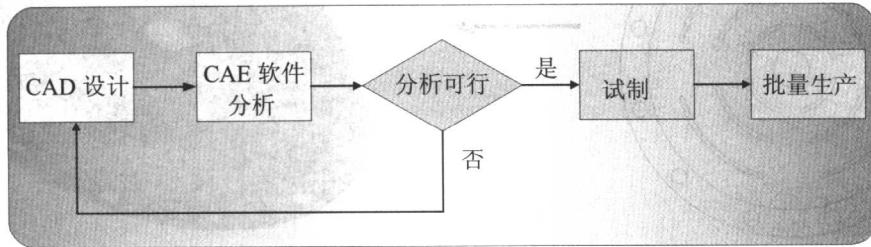

图 1.3
(2) CAE(Computer Aided Engineering): 是计算机辅助分析的意思，把由 CAD 设计或创建好的模型，藉由计算机辅助分析软件仿真设计成品的一些性质，例如结构强度的力学分析、热传导效能分析或流体力学上的分析等，利用这些分析结果事先对原设计加以修正，以节省设计变更的次数及开发时间，更可减少试作原型的投资浪费，如图 1.3 所示。